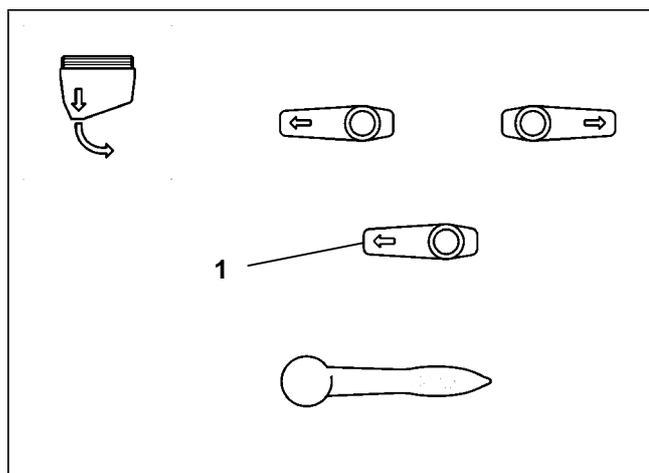

Fig. 7.10
- Die Mehr-Wege-Umschalthähne entsprechend Fig. 7.10 verschwenken.